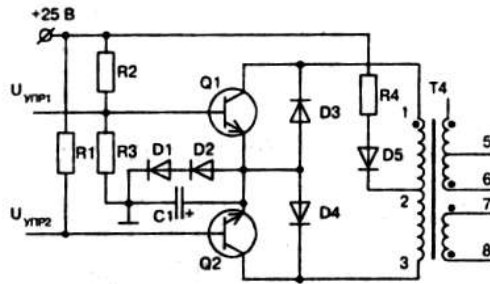

Рис. 9. Транзисторный каскад управления
*Схема управления.* Управление транзисторами полумостового преобразователя осуществляется каскадом на транзисторах Q1, Q2 (рис. 9). Кроме этой функции схема управления осуществляет согласование и гальваническую развязку мощных силовых каскадов от маломощных цепей управления. Транзисторы Q1, Q2 схемы работают в ключевом режиме с соединенными эмиттерами поочередно. Коллекторными нагрузками являются полубмотки трансформатора T1 (выводы 1-2, 2-3), в среднюю точку которого (вывод 2) подается питание на схему через элементы R4, D5. Диод D5 предотвращает влияние сигналов в первичных обмотках трансформаторов на работу ШИМ-формирователя по шине питания. Резисторы R1, R2 и R3 формируют смещение в цепи базы транзисторов Q2 и Q1 соответственно. Импульсы управления с микросхемы ШИМ-формирователя поступают на базы транзисторов схемы. Под воздействием управляющих импульсов один из транзисторов, например Q1, открывается, а второй Q2, соответственно, закрывается. Надежное запираение транзистора осуществляется цепочкой D1, D2, C1. Наличие конденсатора C1 способствует поддержанию запирающего потенциала во время «паузы». Диоды D3, D4 предназначены для рассеивания магнитной энергии, накопленной полубмотками трансформатора. Наличие транзисторов в выходном каскаде микросхемы позволяет выполнить эту схему без использования дополнительного транзисторного каскада.